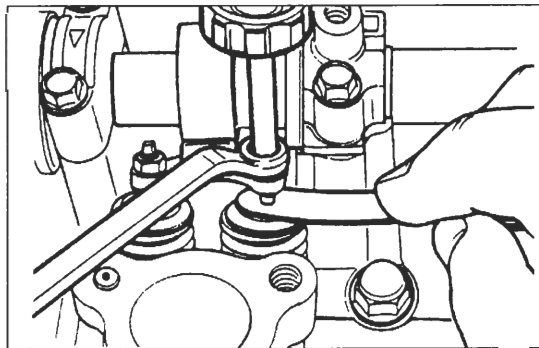

Bild 30
T-Markie steht mittig auf Zündimpulsgeber-Spule (Bild 24) und Markierungen ① Bild 30 an rechter Nockenwellenseite weisen nach innen.